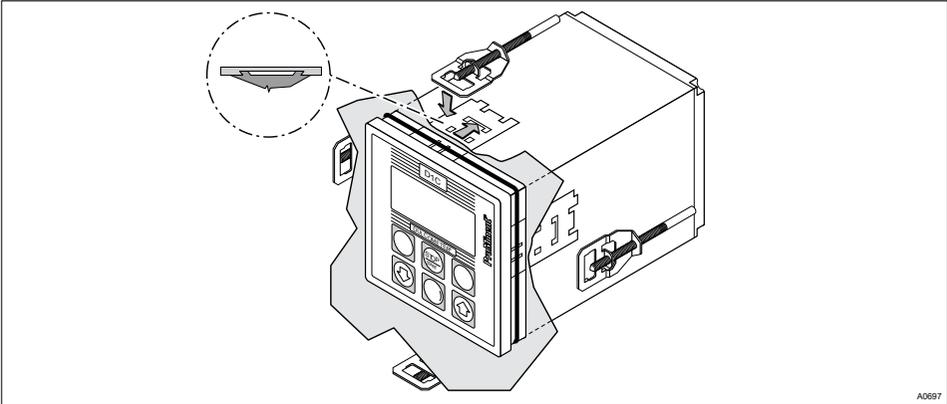

Abb. 17: Gewindebolzen nach vorne schrauben
- 8.** ▶ Mit einem geeigneten Schraubendreher die Gewindebolzen, siehe Abb. 17, nach vorne schrauben, bis die Dichtung vollständig und gleichmäßig verpresst wird